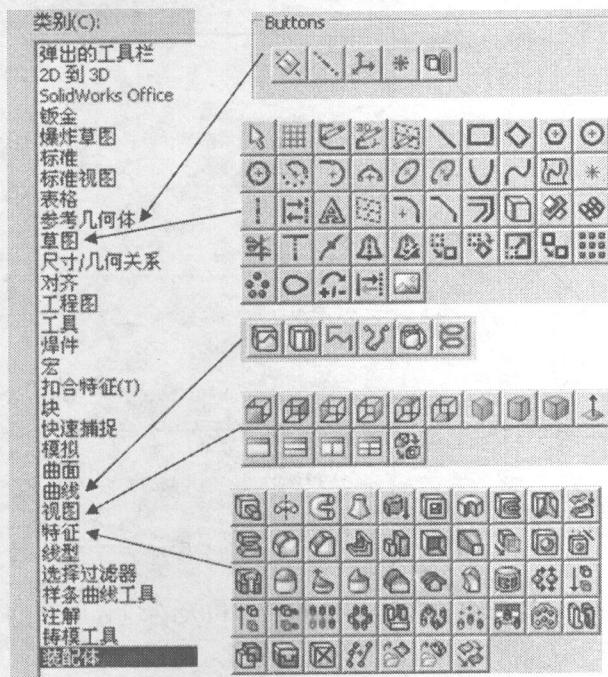

图 1-4 常用工具栏
SolidWorks 2007 工具栏提供了大量方便易用的工具，用户可通过单击工具栏中的相应图标执行命令操作。例如单击⑨（圆）图标可以直接执行主菜单中的“工具”→“草图绘制工具”→“圆”命令。它具有快捷方便的实效，同时还具有很强的识别性，如图 1-4 所示列出了一些常用工具栏。